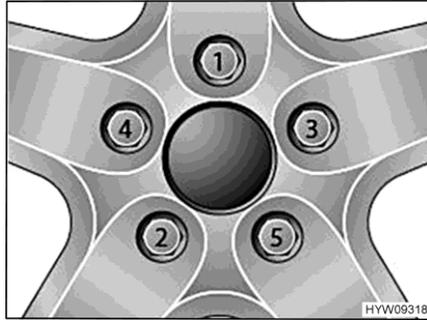

Fig. 71 Apretar las tuercas o los tornillos de las ruedas en forma de cruz
- Apretar las tuercas de rueda o los tornillos de rueda en el orden indicado en Fig. 71. Para ello, usar una llave dinamométrica y cumplir con el par de apriete especificado (véase apartado 14.5).
- Comprobar periódicamente que las tuercas o tornillos de las ruedas estén firmemente apretados. Volver a apretar las tuercas de rueda o los tornillos de rueda de una rueda cambiada después de 50 km. En esto, proceder en el orden indicado en Fig. 71.
- Al utilizar llantas nuevas o recién pintadas, reajustar además las tuercas o tornillos después de 1 000 a 5 000 km aprox. En esto, proceder en el orden indicado en Fig. 71.